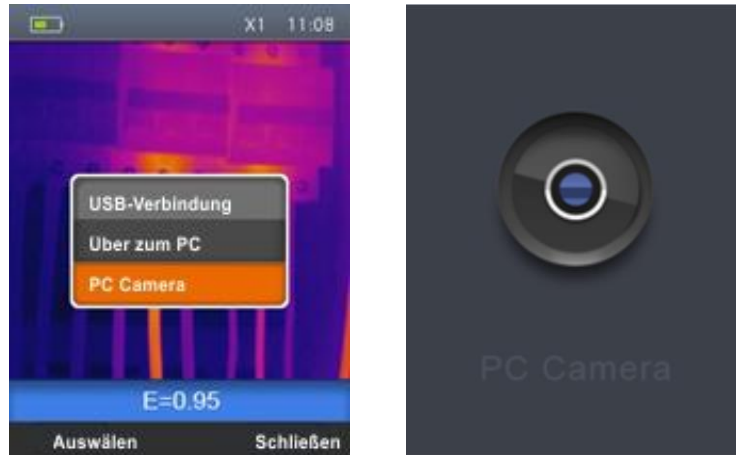

Abb. 39: Echtzeit-Anzeige eines Bildes auf dem PC
1. Verbinden Sie das USB-Kabel mit dem Gerät (siehe Abb. 3 – Teil 16) und an den PC. Die folgende Bildschirmseite (siehe Abb. 39 – Linke Seite) erscheint im Display:
2. Benutzen Sie die  oder  Tasten zur Auswahl der Option "PC-Kamera" und drücken Sie "Auswählen". Die Bildschirmseite Abb. 39 – rechte Seite erscheint im Display.